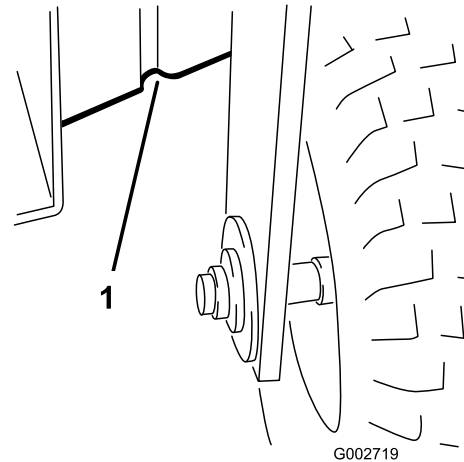

Bild 19
- Vorne: Unter dem Rahmen hinter dem Vorderrad (Bild 19).